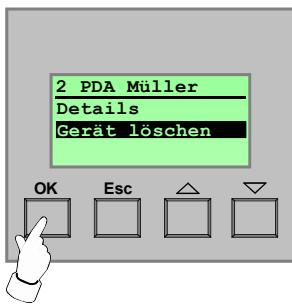

Bild 33: Gerätemenü
5. Es wird ein gesondertes Gerätemenü sichtbar (vgl. Bild 33). Es ist mit den Pfeiltasten (Δ / ∇) der Eintrag 'Gerät löschen' anzuwählen und mit der Taste "OK" zu bestätigen. Eine Betätigung der Taste "ESC" bewirkt den Rückprung in das BT-Gerätemenü (zurück zu Schritt 4).